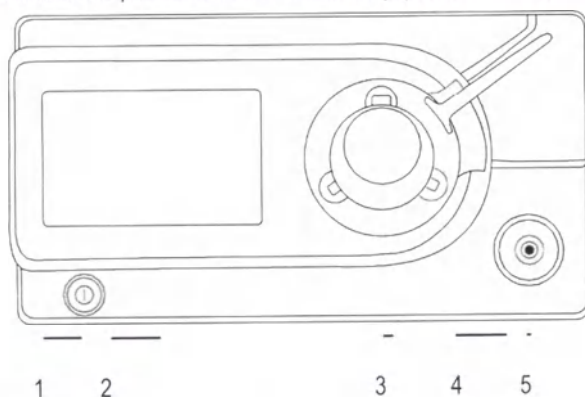

Рис. 5-1 Передняя сторона прибора
4. Нажмите выключатель ВКЛ./ВЫКЛ. (см. Рис. 5-1 «Передняя сторона прибора» 1). Прибор производит инициализацию и самопроверку. На экран выводится индикатор состояния и полоса хода выполнения самопроверки.
Для **режима Standard Insufflation (Стандартная инсuffляция)** присоединяется трубка однопросветная к передней стороне прибора (см. рис. 5-1 «Передняя сторона прибора», 5). Наборы трубок для режимов **Smoke Evacuation (Эвакуация дыма)** и **AirSeal** присоединяются к гнезду фильтра (см. рис. 5-1 «Передняя сторона прибора», 3).